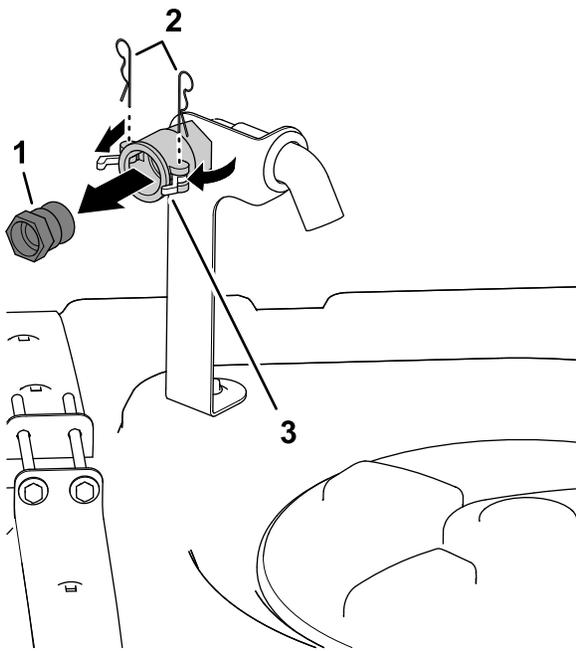

Figura 4
1. En el lado delantero derecho de la tapa del depósito, retire las 2 chavetas que sujetan los cierres del acoplamiento rápido del dispositivo de llenado antisifónico (Figura 4).
2. Gire los clips para liberar el acoplamiento rápido macho del acoplamiento rápido hembra (Figura 4).
3. Retire el acoplamiento rápido macho del acoplamiento rápido hembra (Figura 4).
4. Cierre los clips y coloque las chavetas en las bridas del acoplamiento rápido hembra (Figura 4).